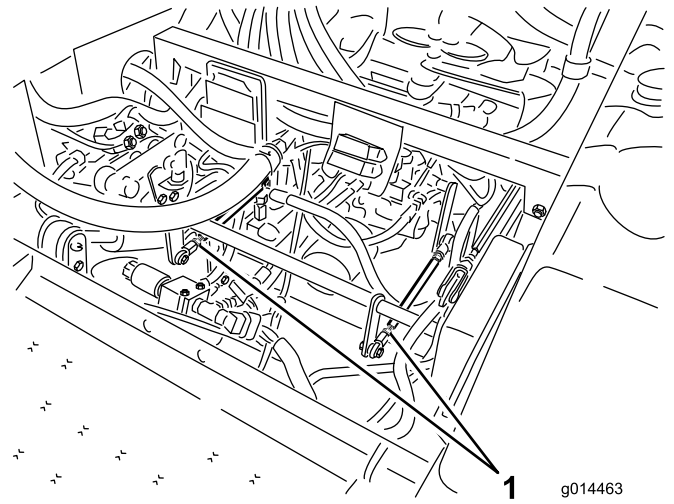

Рисунок 38
- Если вращается левое колесо, отпустите зажимную гайку на левой тяге управления трансмиссией (Рисунок 38).